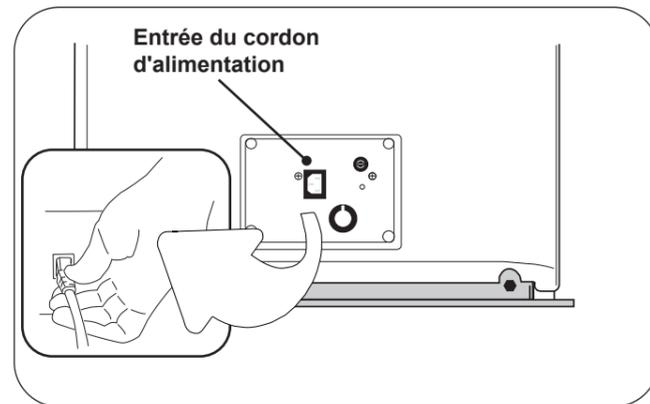

Figure 20. Entrée du cordon d'alimentation
2. Insérez la fiche femelle du cordon d'alimentation dans la prise de la table. Assurez-vous que la fiche est bien enfoncée (Figure 20).